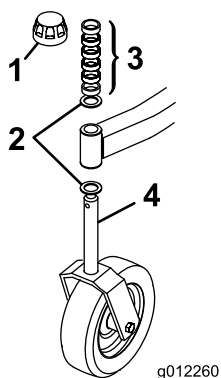
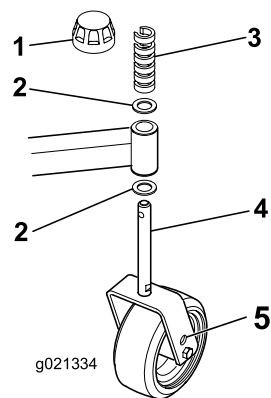

Figure 2
Figure 3
1. Retirez les chapeaux de tension des axes de pivots et retirez les entretoises et les rondelles de butée (Figure 2 Figure 3).
5. Placez une autre rondelle de butée ainsi que les entretoises restantes sur le pivot, puis montez le chapeau de tension pour fixer l'ensemble (Figure 2 et Figure 3).